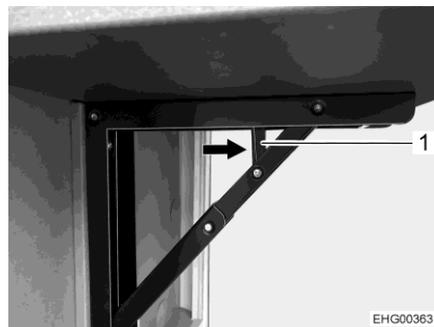

Fig. 42 Desbloqueo
- Presionar el dispositivo de desbloqueo (Fig. 42,1) en el sentido de la flecha.